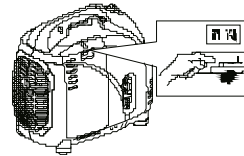

Рис. 17
- Переведите рычаг заслонки в положение «CHOKE». Не нужно если двигатель теплый (Рис. 17).